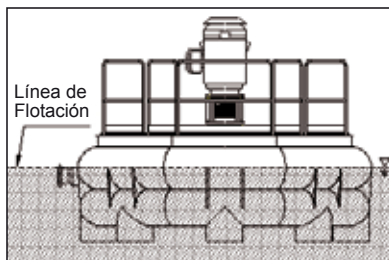

Figura 33
- Los equipos de bombeo en balsa están diseñados para flotar horizontales y su nivel de flotación debe ser cercano al diámetro del tubo del octógono superior (figura 33).